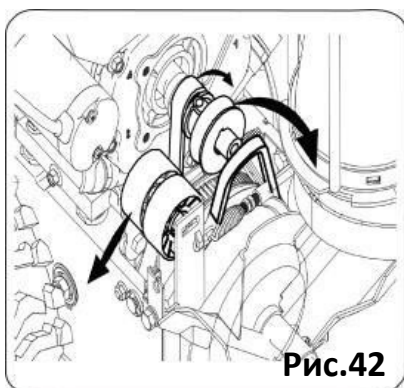

Рис.42
- Возьмитесь за шкив холостого хода и поверните его вправо. Снимите приводной ремень со шкива двигателя см.рис.42.